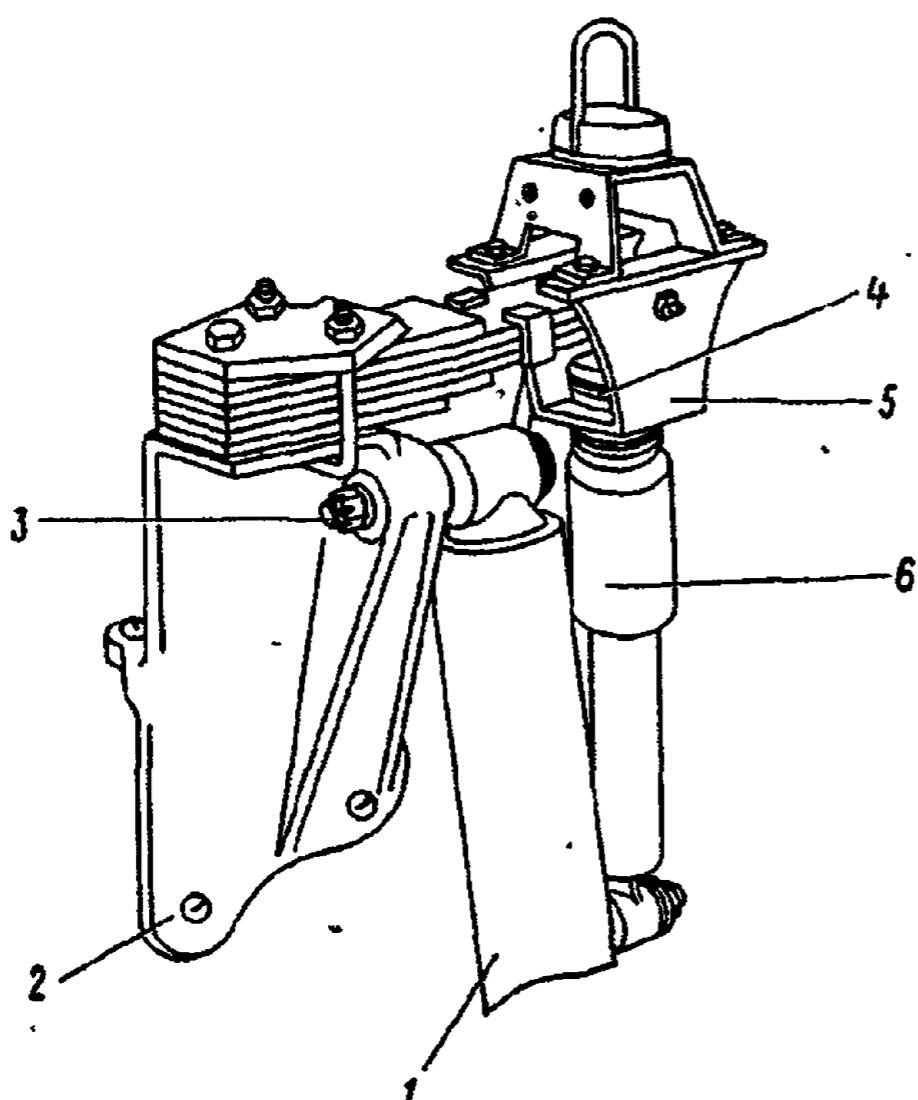

Рис. 52. Опора кабины задняя:
3. Отверните в обойме 5 (рис. 52) гайку верхнего крепления амортизатора механизма подпрессоривания кабины, снимите шайбу и резиновую подушку 4	—